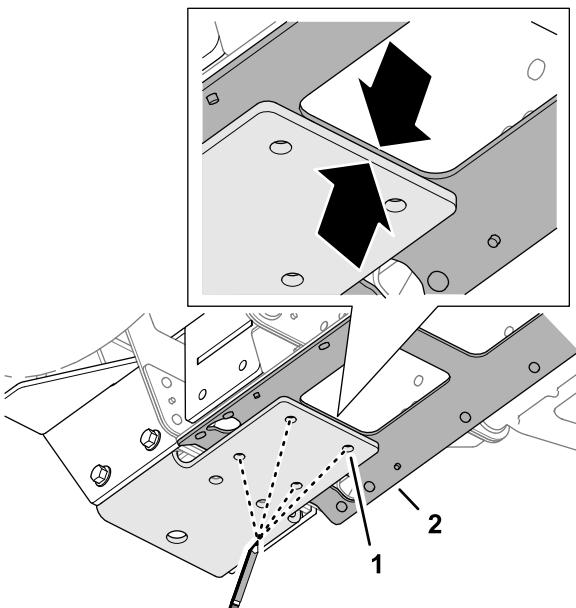

Figura 50
3. Alinhe a extremidade posterior do suporte inferior com a extremidade da abertura de acesso na placa do canal central (Figura 50).
4. Marque os locais dos 4 furos do suporte inferior na placa do canal central como se mostra na (Figura 50).